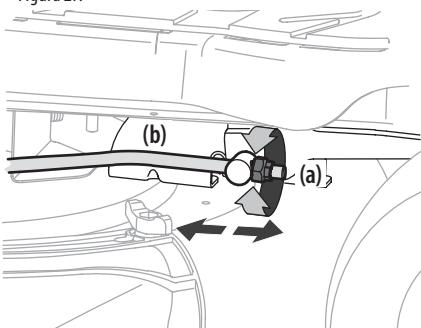

Figura 27
3. Ubique la tuerca de seguridad con brida (a) en el extremo frontal de la varilla de elevación de la PTO (b). Consulte la Figura 27.